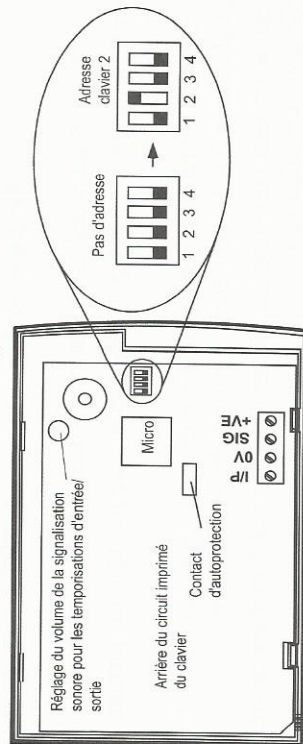

Figure 5. Interrupteur miniature d'adressage du clavier
1. Ouvrir le clavier et localiser l'interrupteur miniature équipé de 4 mini-commutateurs (se reporter à la figure 5, ci-dessous). Chaque mini-commutateur est repéré de 1 à 4. Ces numéros correspondent à l'adresse du clavier.
Il est possible de modifier le niveau sonore du buzzer en ajustant le potentiomètre situé à proximité de celui-ci. Se reporter à la figure 5. Lors de l'installation initiale, placer le potentiomètre en position médiane.